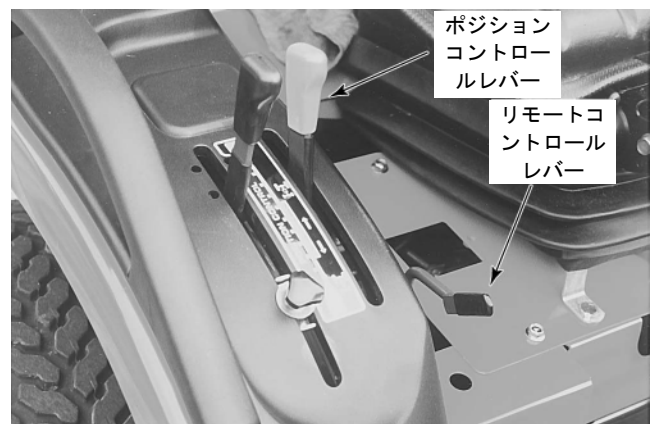
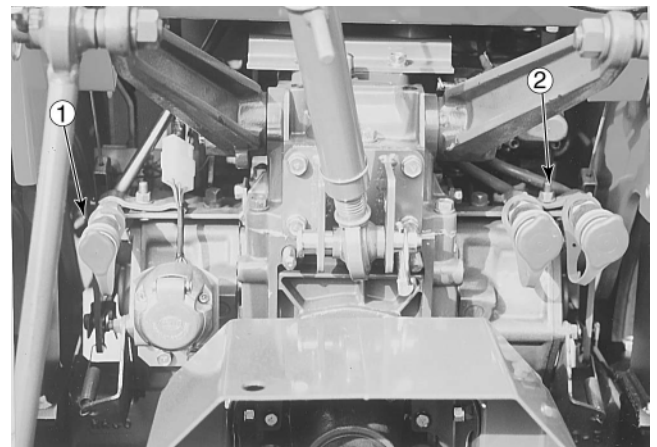

図38 補助サービスコントロールバルブ (ASC)
図39 油圧カプリング
ASCバルブを作動するには、図38に示すポジションコントロールレバーをスプリングに抵抗して手前一杯まで引きます。レバーをこの位置に保持すると、トラクタの後にあるシングルコネクタ (図39) を介して、加圧されたオイルが作業機へ流れ始めます。オイルの流れを止めるには、手を離します。スプリングの戻り力によって自然に戻った位置を維持してください。
トラクタの後から見て、複動リモートバルブのカプリング①; 1/2"はトップリンクブラケット左側 (図39) にあります。また、右側に取り付けられた油圧取出のカプリング②; 3/8"は、トレーラの単動シリンダを作動させるためのものです。